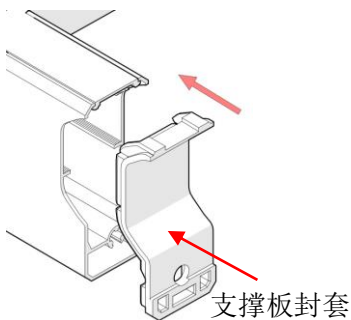

图 9
- a. 安装衣杆前确保支撑板封盖已套进支撑板两端。如图 9 所示。